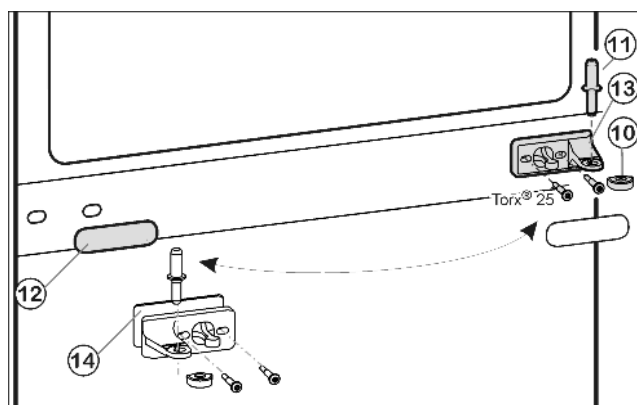
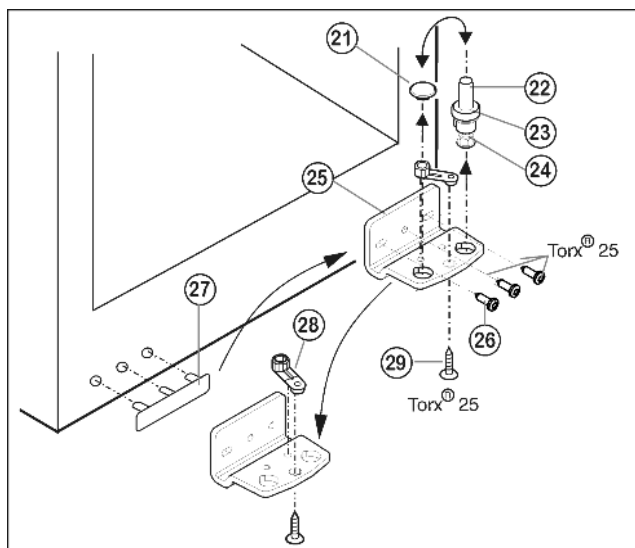

Fig. 5
Fig. 6
- ▶ Вытащите из опорного кронштейна и нижней дверцы средний опорный винт Fig. 5 (11).
- ▶ Снимите пластмассовый колпачок Fig. 5 (10).
- ▶ Открутите средний опорный кронштейн Fig. 5 (13) (2 шт. Torx® 25).
- Осторожно снимите накладку Fig. 5 (12).
- Прикрутите средний опорный кронштейн Fig. 5 (13) с подкладкой Fig. 5 (14) с поворотом на 180° на новую сторону шарнира (с моментом 4 Нм).
- Защелкните накладку Fig. 5 (12), повернув на 180°, на стороне, где теперь будет ручка.
- Извлеките опорный винт Fig. 6 (22) в комплекте с шайбой Fig. 6 (23) и регулируемой опорой Fig. 6 (24), вытягивая его вверх.
- Снимите пробку Fig. 6 (21).
- Открутите Fig. 6 (26) опорный кронштейн Fig. 6 (25).
- Открутите Fig. 6 (29) опорную деталь Fig. 6 (28) и, переставив в отверстие на противоположной стороне опорного кронштейна, снова прикрутите.
- Осторожно снимите и переставьте на противоположную сторону крышку со стороны ручки Fig. 6 (27).
- Снова прикрутите опорный кронштейн Fig. 6 (25) на новой стороне шарнира (с моментом 4 Нм). При необходимости используйте аккумуляторный шуруповерт.
- Переставьте пробку Fig. 6 (21) в свободное отверстие.
- Вновь установите опорный винт Fig. 6 (22) в комплекте с шайбой и регулируемой опорой. При этом фиксатор должен быть направлен назад.
- Установите нижнюю дверцу сверху на нижний опорный винт Fig. 6 (22).
- Снова наденьте пластмассовый колпачок Fig. 5 (10) на средний опорный кронштейн Fig. 5 (13).
- Вставьте средний опорный винт Fig. 5 (11) на новой стороне шарнира через средний опорный кронштейн Fig. 5 (13) в нижнюю дверцу.
- Установите верхнюю дверцу на средний опорный винт Fig. 5 (11).
- При необходимости выровняйте дверцы через два продольных паза в нижнем опорном кронштейне Fig. 6 (25) и среднем опорном кронштейне Fig. 5 (13) параллельно корпусу устройства. Для этого выкрутите средний винт на нижнем опорном кронштейне Fig. 6 (25).